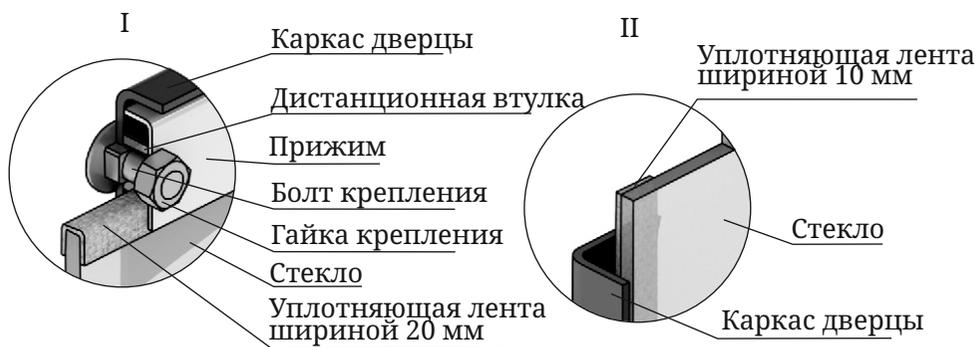

Рисунок 15. Крепление светорозрачного экрана дверцы модификации «Витра»
1. Отверните две гайки, фиксирующие прижим (рисунок 15. I), демонтируйте его и дистанционные втулки.
Если на нем нет уплотняющих лент, наклейте их, лента шириной 20 мм наклеивается сверху и снизу стекла «П» - образно (рисунок 15. I), лента шириной 10 мм наклеивается вертикально, вдоль боковых сторон стекла (рисунок 15. II).
4. Вставьте стекло в упор, при этом лента, наклеенная с боковых сторон (вертикальная) должна быть зажата между стеклом и каркасом дверцы (рисунок 15.И).
*Внимание! Гайки, крепящие прижим накручиваются на болты крепления через дистанционные втулки (рисунок 15.И).*